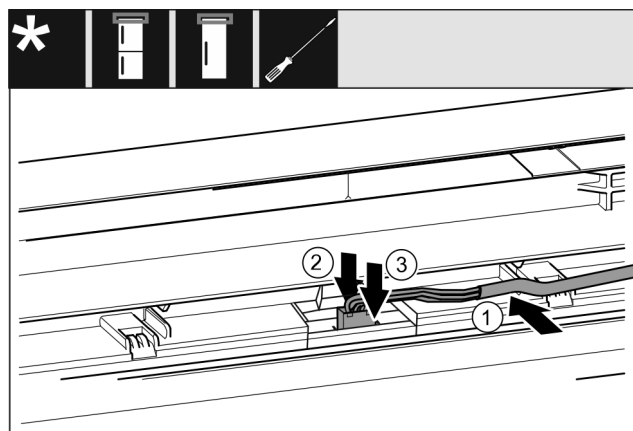

Fig. 63 Combinazioni frigorifero/congelatore / congelatori / refrigeratori*
- ▶ Inserire il cavo Fig. 63 (1) nella guida nella porta superiore.*
- ▶ Spingere il naso di arresto Fig. 63 (2) all'indietro.*
- ▶ Innestare la spina Fig. 63 (3)*.